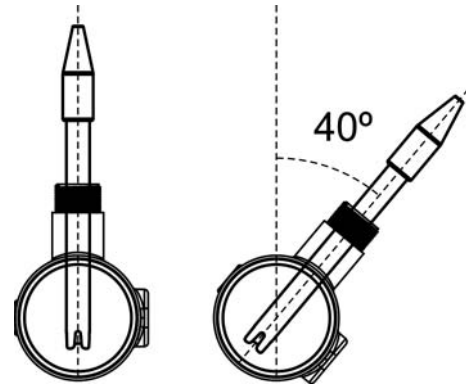

Fig. 13
4. **Instalar sempre os sensores de pH/ORP preferivelmente na posição vertical ou com uma inclinação máxima de 40°** (Fig. 13).